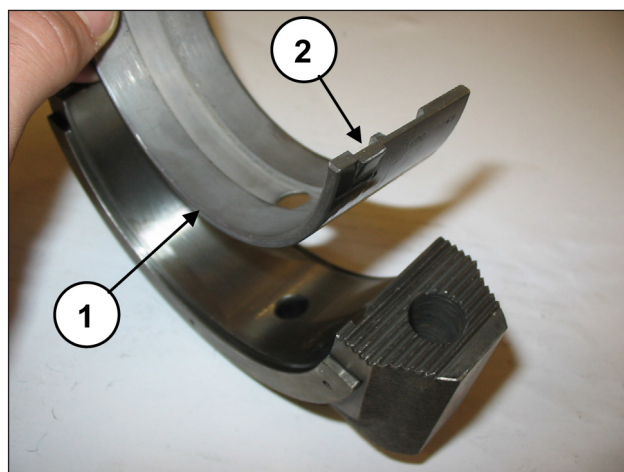
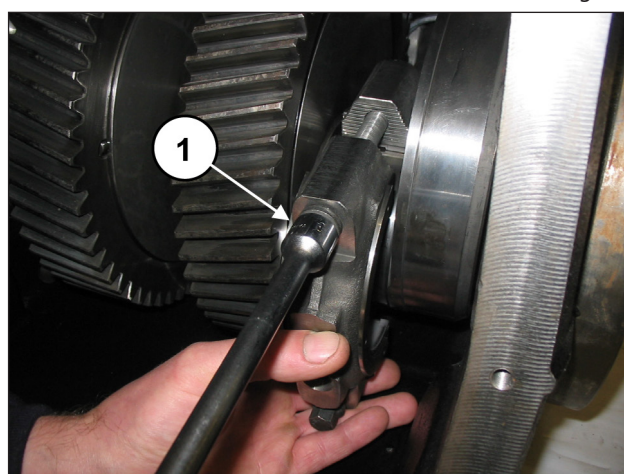

Fig. 82
Fig. 83
Montar los semicojinetes inferiores en los sombreretes (pos. ①, Fig. 82). Comprobar que la lengüeta de referencia de los semicojinetes esté dentro del alojamiento del sombrerete (pos. ②, Fig. 82). Fijar los sombreretes a las semibielas con los tornillos M12x1.25x87 (pos. ①, Fig. 83).